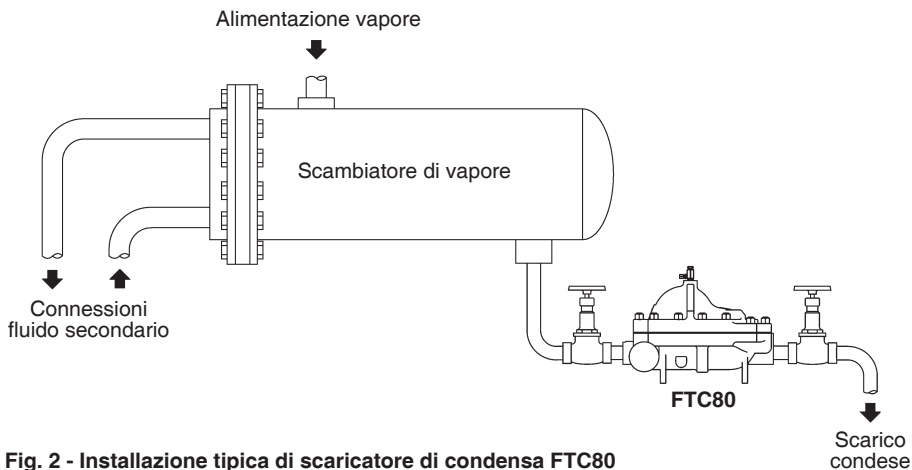

Fig. 2 - Installazione tipica di scaricatore di condensa FTC80
- 3.3** Determinare la corretta posizione di installazione e la direzione di flusso del fluido che è chiaramente marchiata sul coperchio dell'apparecchio. Uno schema tipico di installazione è riportato a fig. 2. Quando lo scaricatore di condensa venga collegato ad un sistema di ritorno in contropressione si dovrà prescrivere l'inserimento di una valvola di ritegno a valle dello scaricatore.
- 3.6** Lo scaricatore di condensa deve essere installato il più vicino possibile all'uscita della apparecchiatura o sistema da drenare altrimenti, soprattutto in presenza di percorsi orizzontali, si possono generare involti di vapore che inducono allagamenti del sistema. Lo scaricatore sarà posizionato sotto l'uscita delle condense con un tratto di tubo in verticale, 150 - 300 mm, che faciliti la separazione della condensa dal vapore; riferirsi alla fig. 2. Compito della tubazione di discesa è quello di evitare che, ai bassi carichi, il vapore possa insinuarsi lungo il tratto orizzontale, passando al di sopra delle condense che fluiscono sul fondo del tubo, e raggiungere lo scaricatore ritardando il flusso di drenaggio.